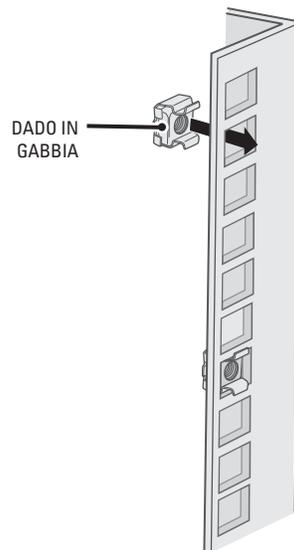

Figura 10. Inserimento dei dadi in gabbia
5. *Per l'installazione dell'unità in un rack con foro quadrato:* Inserire 10 dadi in gabbia (in dotazione) nel rack con foro quadrato, come indicato nella Figura 10.